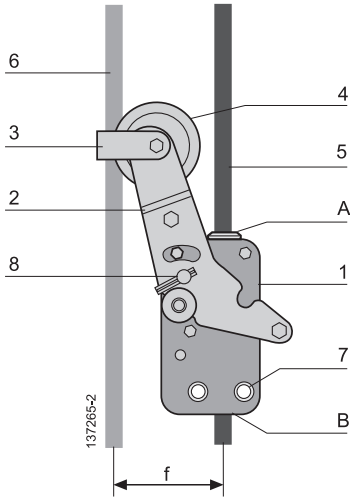

Fig. 1
L'appareil antichute Blocstop™ type BSA (fig. 1) est composé d'un boîtier en acier zingué (rep. 1 fig. 1) et d'un levier en acier zingué pivotant (rep. 2 fig. 1) avec à son extrémité un galet de détection en acier zingué (rep. 4 fig. 1). L'appareil antichute est fixé rigidement à la plate-forme suspendue par ses 2 vis + écrous auto freinés préalablement montés dans les orifices (rep. 7 fig. 1). La rotation du levier (rep. 2 fig. 1) commande l'ouverture ou la fermeture des mâchoires.
Le fonctionnement de l'appareil antichute est automatique, et dépend uniquement de la distance f (voir fig. 1) entre le câble de levage (rep. 6 fig. 1) permettant de lever la plate-forme suspendue et le câble antichute (rep. 5 fig. 1) passant dans le boîtier (rep. 1 fig. 1).
- quand le câble de levage (rep. 6 fig. 1) est tendu, le levier (rep. 2 fig. 1) maintient les mâchoires ouvertes et le câble antichute (rep. 5 fig. 1) coulisse librement dans l'appareil (fig. 7),
- quand le câble de levage (rep. 6 fig. 1) est détendu, le levier (rep. 2 fig. 6) grâce à un ressort de rappel à l'intérieur du boîtier (rep. 1 fig. 6) bascule et provoque le serrage des mâchoires sur le câble antichute (rep. 5 fig. 1). L'arrêt de la plate-forme suspendue est instantané du côté où l'appareil antichute est installé.
Le basculement du levier (rep. 2 fig. 1) peut être causé par :
Le guide-câble en acier zingué (rep. 3 fig. 1) permet d'assurer que le câble de levage (rep. 6) soit toujours en contact avec le galet (rep. 4 fig. 1).
**IMPORTANT** : chaque appareil antichute est réglé en usine (position du levier rep. 2 fig. 1 par rapport au boîtier rep. 1 fig. 1) à l'aide d'une vis et d'un écrou de blocage. Il est interdit de modifier le réglage du levier par rapport au boîtier.